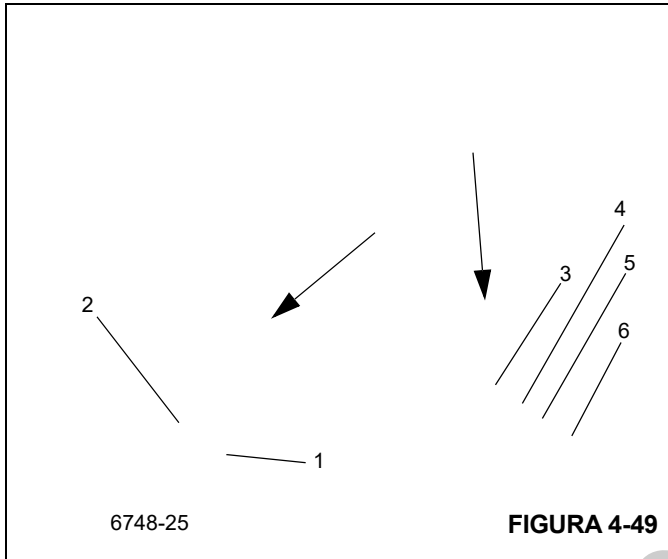

FIGURA 4-49
2. Instale las almohadillas de desgaste inferiores (de latón) (1), (Figura 4-49) en la sección central exterior. Destornille el tornillo de ajuste de modo que la almohadilla se asiente completamente en la cavidad (2), (Figura 4-49). La almohadilla deberá extenderse no más de 3.2 mm (0.12 in) en la sección central exterior para la instalación inicial.
3. Inserte la almohadilla de desgaste superior (3), (Figura 4-49), la placa de respaldo (4), (Figura 4-49) y la placa de ajuste (5), (Figura 4-49).
- b. Inserte los tornillos de ajuste de cabeza hexagonal (6), (Figura 4-49). No apriete por el momento.